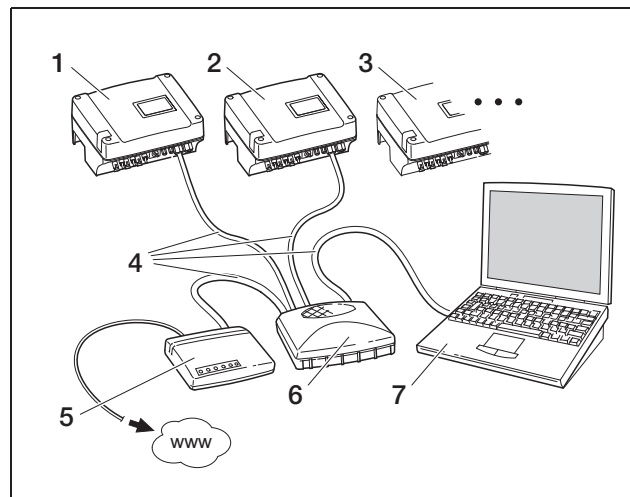

Abbildung 74: Kommunikationsboard I:
- Oder Sie betreiben den Wechselrichter an einem DSL-Anschluss mit Router und wollen sich von außerhalb über den Router mit dem Wechselrichter verbinden (Abbildung 74 bzw. 75).